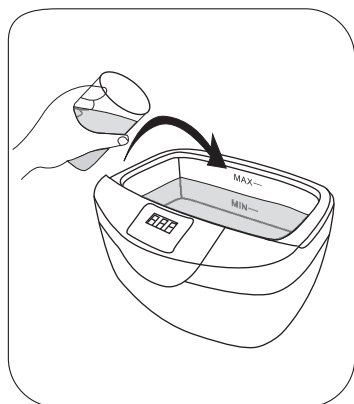

Fig. 8
- 1▶ Coloque preferencialmente **água filtrada** até o nível máximo de 2,1 litros indicado na cuba como **MAX** (Fig. 8).